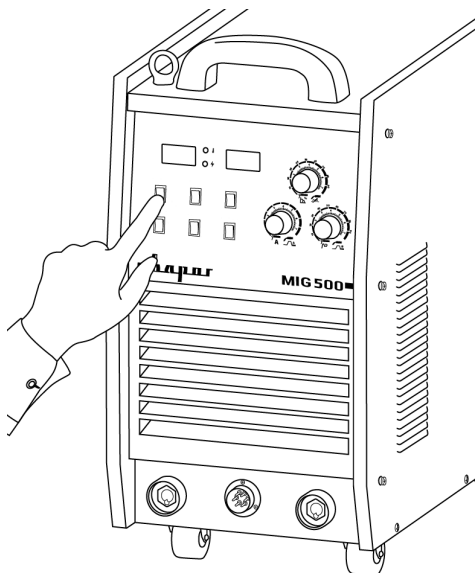

Рис. 10.2. Выбор способа сварки.
1. Перейдите в режим ММА (См. рис. 7.1, п. 5) на передней панели сварочного аппарата (См. рис. 10.2).